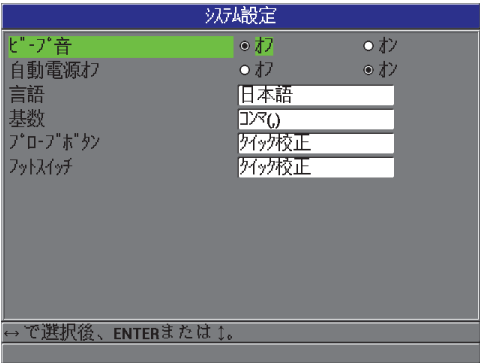

図 6-2 システム設定画面
1. 測定画面で、[設定メニュー] を押した後、システムを選択しシステム 設定画面を表示します（102 ページ図 6-2 参照）。